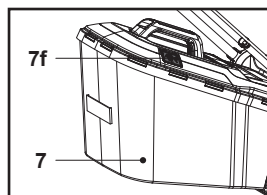

Fig. 14
2. Cuando la trampilla (7f) se cierra, el recogedor de hierba (7) está lleno y debe vaciarse (Fig. 14).